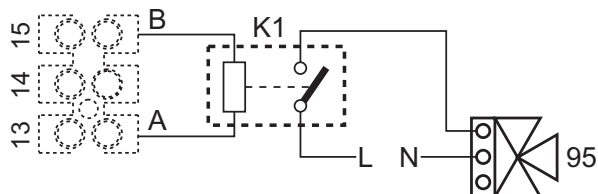
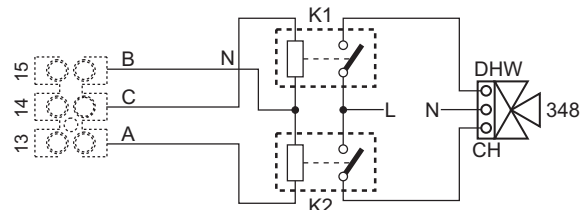

рис. 89- Подключение 3-х ходового клапана с 2 проводами
рис. 90- Подключение 3-х ходового клапана с 3 проводами
**ВНИМАНИЕ:** для подключения 3-ходового клапана (клеммы 13–14–15) см. схемы рис. 89 и рис. 90.